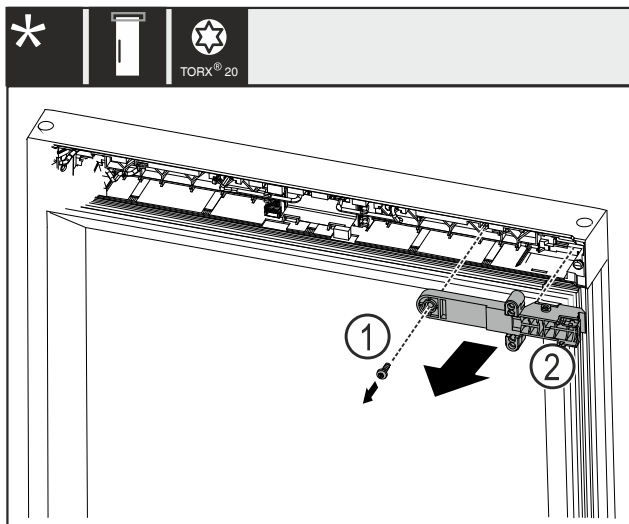

Fig. 21
- ▶ Wyciągnąć śrubę Fig. 21 (1).
- ▶ Zdjąć element mocujący zamka Fig. 21 (2).